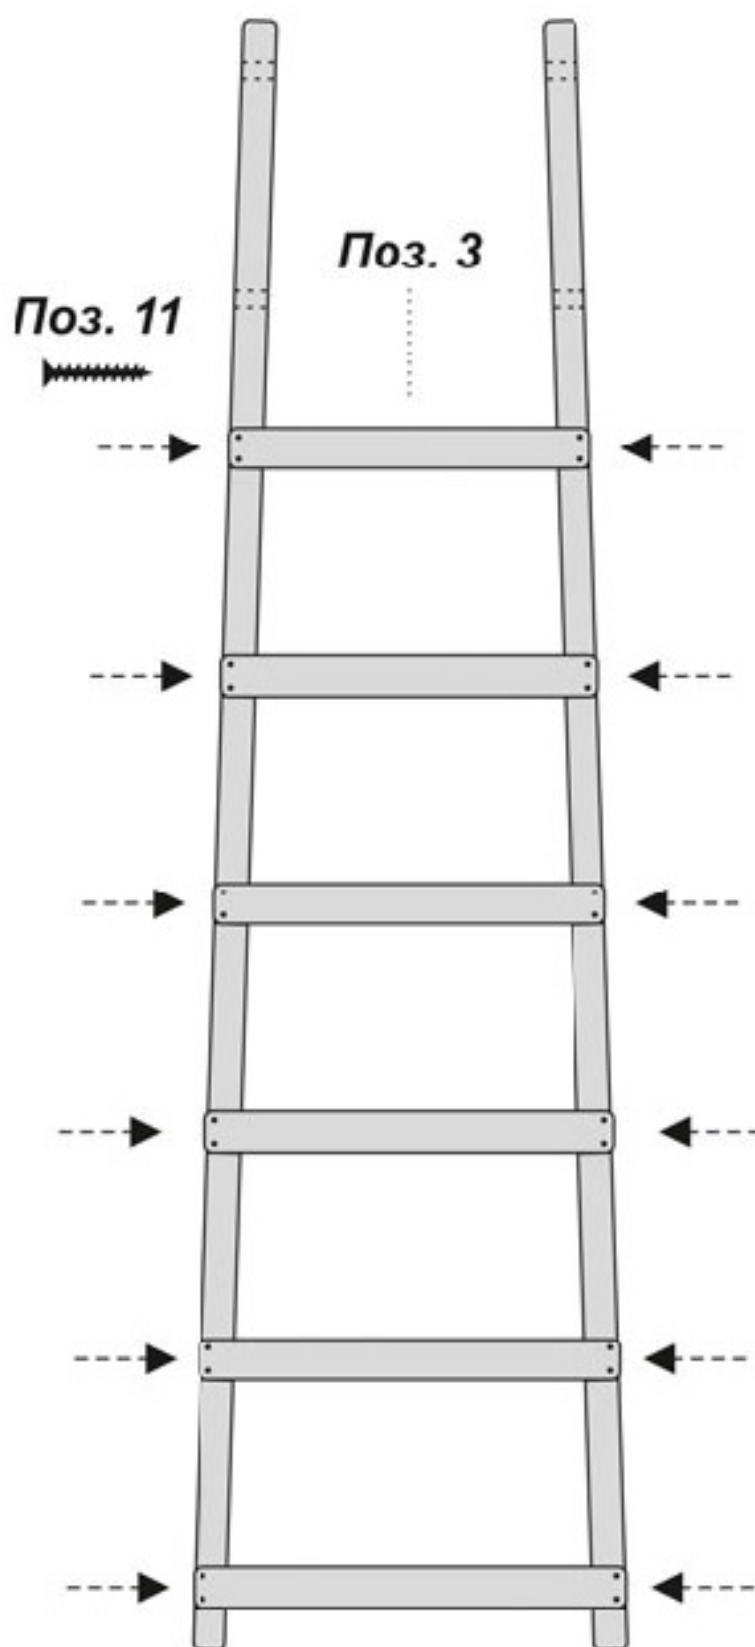

рисунок 2
2. Разложить ступени (поз. 3) по убывающей длине в сторону просверленных концов (ступени торцованы под углом и имеют разную длину) (рис. 2).
3. Закрепить детали ступенек саморезами (поз. 11) в пропиленных пазах (рис. 2).